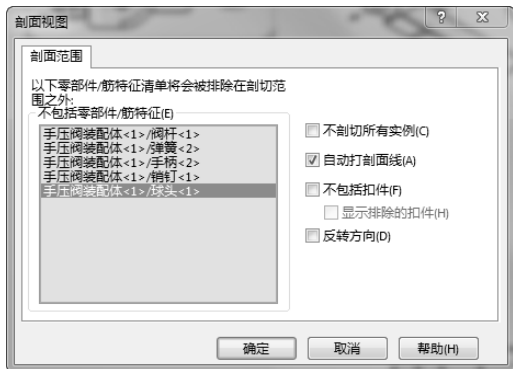
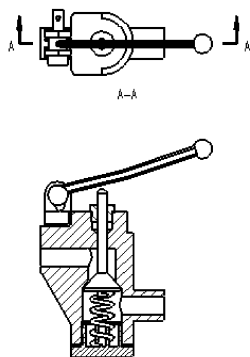

图 12-145 “剖面视图”对话框
图 12-146 剖视图
**05** 创建剖视图。单击“工程图”属性管理器中的“剖视图”按钮，系统弹出“剖面视图辅助”属性管理器，选择“水平切割线”按钮，将水平剖视线放置在前视图圆心处，弹出“剖面视图”对话框，单击左侧的“FeatureManager 设计树”中用鼠标选择“工程图视图 1”中的阀杆、弹簧、手柄、销钉、球头，勾选“剖面视图”对话框中的“自动打剖面线”复选框，如图 12-145 所示。单击“确定”按钮，退出对话框，拖动鼠标，放置剖视图，结果如图 12-146 所示。